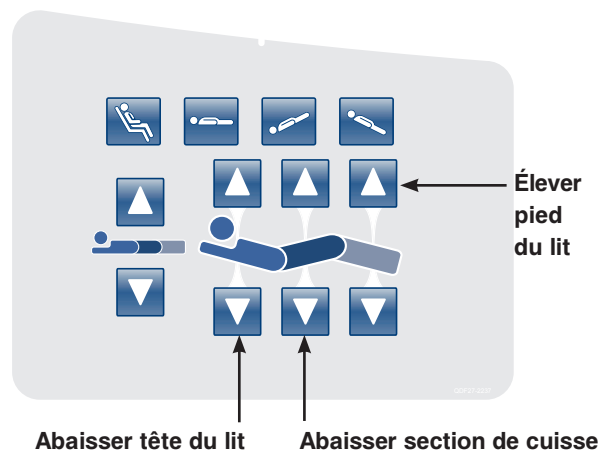

Figure 6 : Panneau de contrôle côté de lit de tête - (Côté droit illustré)
- Placez le sommier en position horizontale en appuyant simultanément sur les boutons «Élever pied du lit», «Abaissér tête du lit» et «Abaissér section de cuisse» tel qu'illustré à la Figure 6.